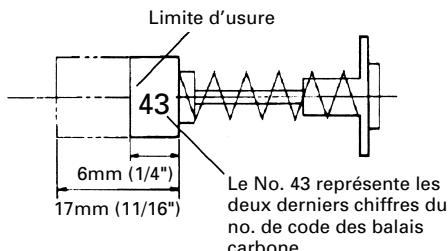
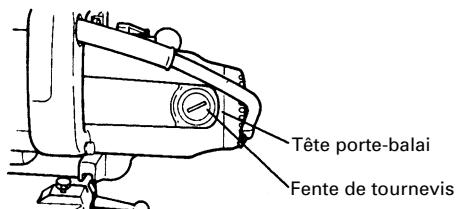

Fig. 39
Fig. 40
- (1) Desserrer l'écrou de 8 mm et serrer les quatre vis de fixation à douille hexagonale de 8 mm jusqu'à ce que l'outil électrique fonctionne en douceur et sans que les composants se desserrent.
- (2) Serrer l'écrou de 8 mm à fond après avoir terminer ces réglages.
3. Inspecter les balais carbone (Fig. 39 et Fig. 40)
En conséquence, inspecter périodiquement les balais en carbone et les remplacer lorsqu'ils ont atteint la limite d'usure comme indiqué à la Fig. 39.
Par ailleurs, maintenir les balais carbone propres de façon qu'ils glissent régulièrement dans les porte-balai. Les balais carbone sont faciles à retirer ; pour cela, retirer les têtes porte-balai (voir Fig. 40) avec un tournevis à tête plate (signe moins).